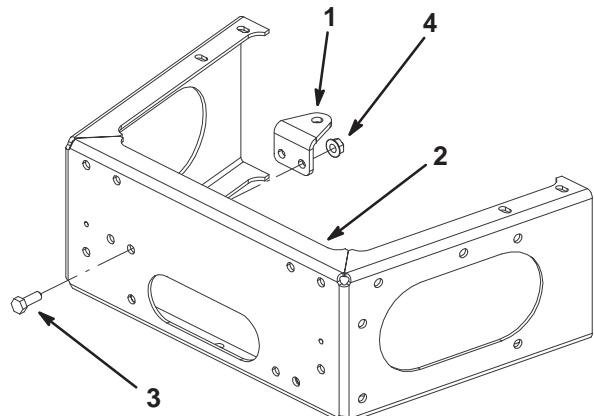

Figure 8
1. Montez le support de ressort sur le pare-chocs arrière à l'aide de 2 boulons (5/16 x 7/8 pouce) et 2 écrous à collerette (5/16 pouce) (Fig. 8).